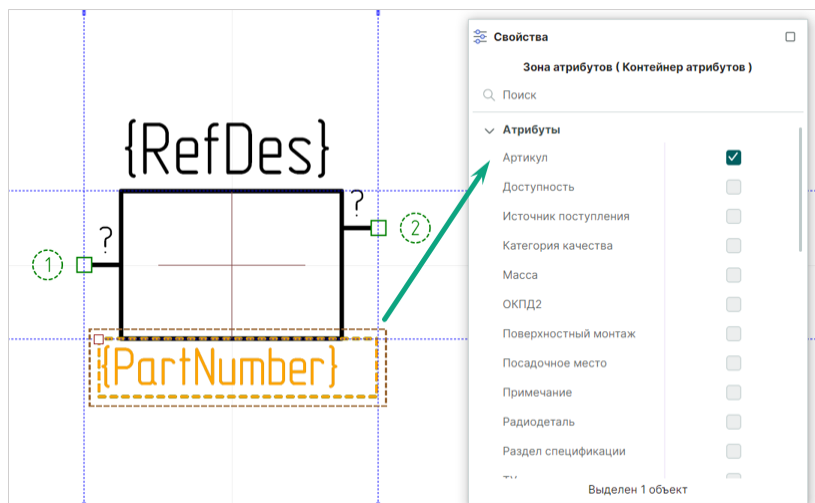

Рис. 184 Определение отображения дополнительных атрибутов в зоне атрибутов УГО
4. В зоне атрибутов отображается текстовое поле с системным именем контейнера атрибута, например, при выделении чек-бокса «Свойства» → «Атрибуты» → «Артикул» в зоне атрибутов отображается контейнер атрибута «Артикул» с системным именем «{PartNumber}», см. Рис. 184.